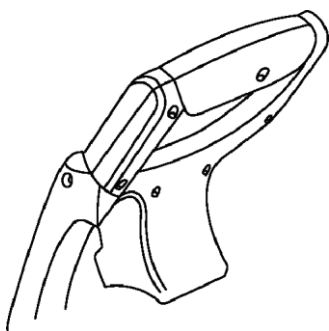

Fig 9
1. Pour allumer la scie, appuyez sur l'interrupteur à gâchette MARCHÉ/ARRÊT jusqu'à ce que la scie à tronçonner démarre. Pendant le fonctionnement, vous devez continuer à appuyer sur la gâchette. (Fig 9)